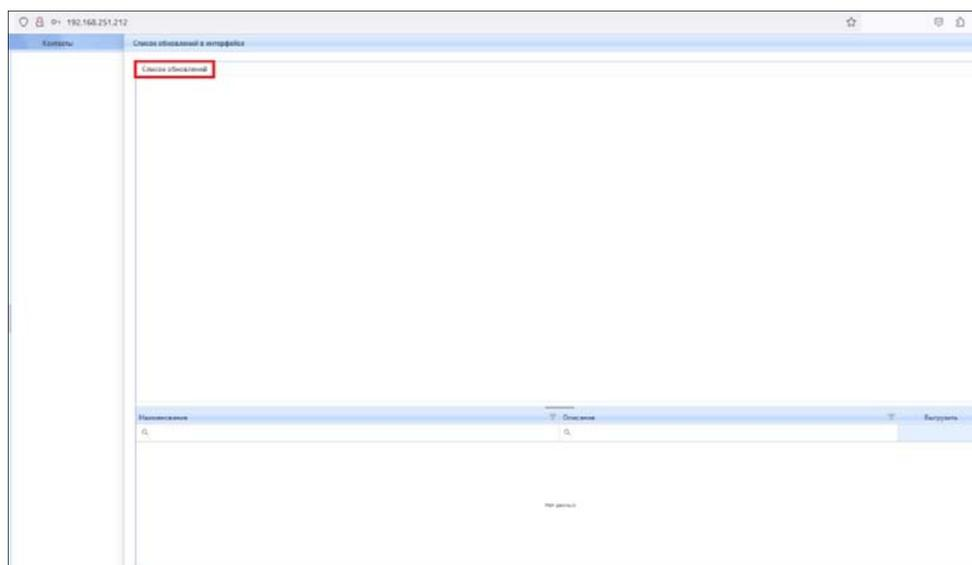

Рисунок 3.1.16 – Внешний вид окна «Список обновлений в интерфейсе»
- 2) После нажатия на кнопку «Обновления» всплывет окно «Список обновлений в интерфейсе» (рис. 3.1.16). В данном окне отображается последняя информация, которую настроил администратор. Для просмотра списка со всеми обновлениями необходимо нажать на кнопку «Список обновлений».